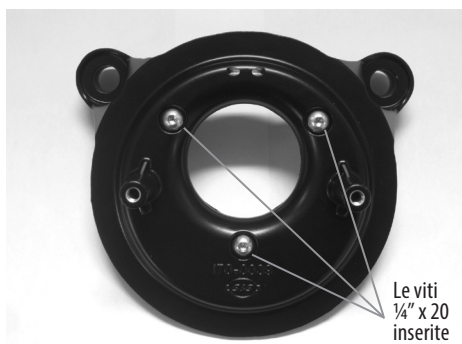

Figura 2
2. Inserire le tre viti nella piastra come mostrato nella figura 2.